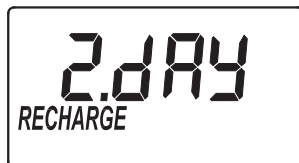

FIG. 28
1. Si vous avez réalisé les étapes précédentes, les mots « RECHARGE » et « day » (jour) apparaissent à l'écran (cf. Figure 28); sinon, appuyez sur le sélecteur à plusieurs reprises pour les afficher.